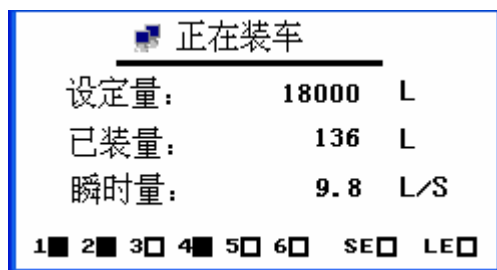

图 12: 正在装车画面
(4)正在装车画面(如图 12 所示): 顶部标题栏显示“正在装车”; 图标“”代表联机作业模式, 以区别于独立装车作业模式。其余显示内容和含义与独立装车模式一致, 这里不再赘述。